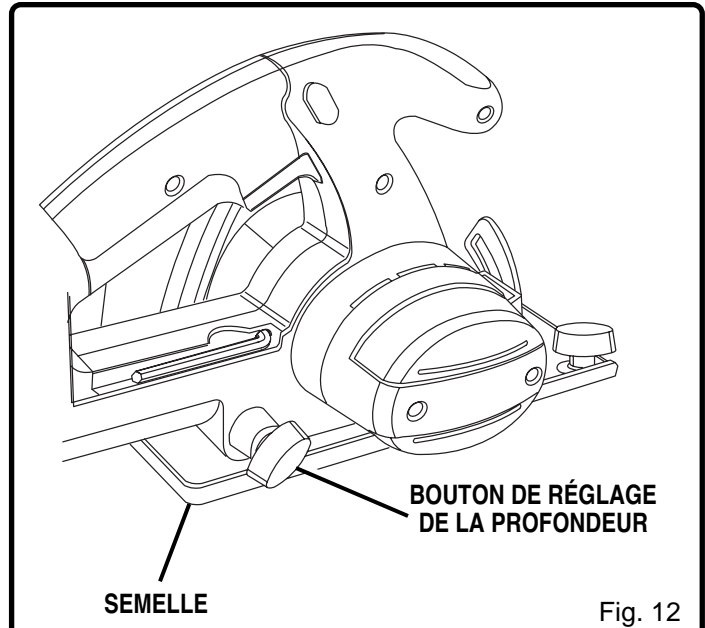

Fig. 12
- Desserrez le bouton de réglage de la profondeur. Voir figure 12.